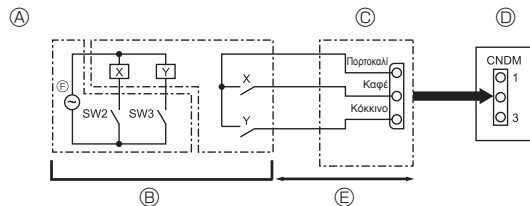

Fig. 9-2
9.2. Λειτουργία ρύθμισης (επιτόπου τροποποίηση) (Fig. 9-2) (μόνο για κλιματιστικά)